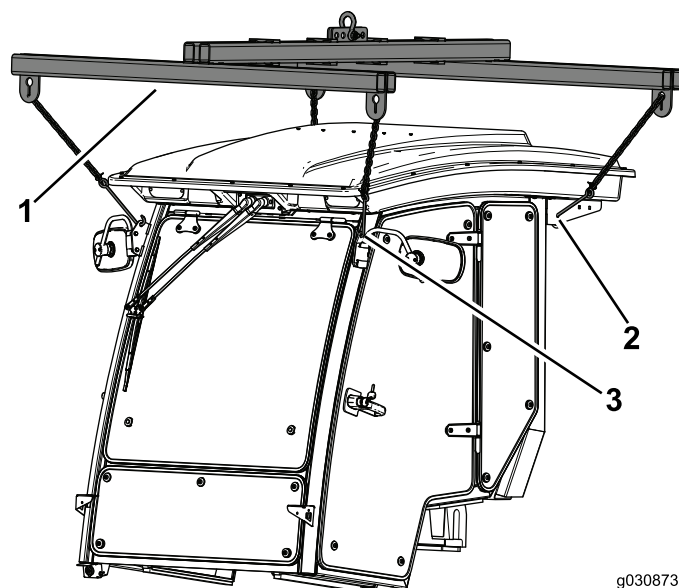

Figura 23
1. Utilizzate i 4 punti di sollevamento per sostenere la cabina sopra la macchina (Figura 23).